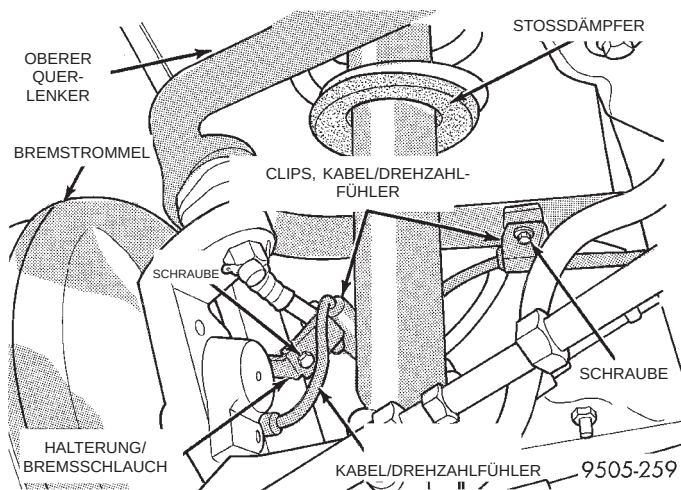

Abb. 9 Verlegung und Befestigung des hinteren Drehzahlfühlerkabels
(1) Fahrzeug anheben. Dazu Unterstellböcke oder eine Hebebühne verwenden, die am Rahmen ange-setzt wird (siehe Kapitel 0, Schmierung und Wartung, Abschnitt "Anheben des Fahrzeugs").
(2) Hinterrad abbauen.
(3) Bremsstrommel von der Radnabe abbauen.
(4) Bei Fahrzeugen mit ABS den Drehzahlfühler vom Bremsträger und der Halterung des Brems-schlauchs abbauen (Abb. 9).
(7) Halterung für Drehzahlfühlerkabel am Bremsschlauch montieren und die Schraube festziehen (Abb. 9).
(8) Seil der Feststellbremse in den Bremsträger einbauen. Der Sicherungsring muß das Seil sicher am Bremsträger fixieren, so daß es nicht herausrutschen kann. Dann das Seil in den Hebel der Feststellbremse einhängen.
(9) Die Radnabe mit dem Radlager am Hinterradträger anbauen. Zentralmutter der Radnabe aufschrauben und mit einem Anzugsmoment von 250 N·m (185 ft. lbs.) festziehen.